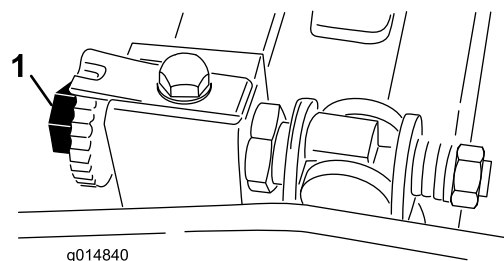

Figura 46
3. Ruotate il cilindro in modo che una lama intersechi il tagliente della controlama tra la prima e la seconda testa della vite della controlama sul lato destro dell'apparato di taglio (Figura 46).
6. Ruotate la vite di regolazione della barra di appoggio destra fino a percepire una lieve pressione (cioè trascinamento) sullo spessore nello scorrimento da una parte all'altra (Figura 46).